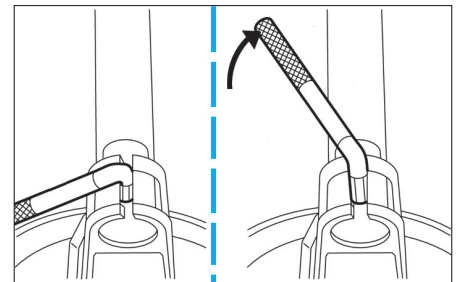
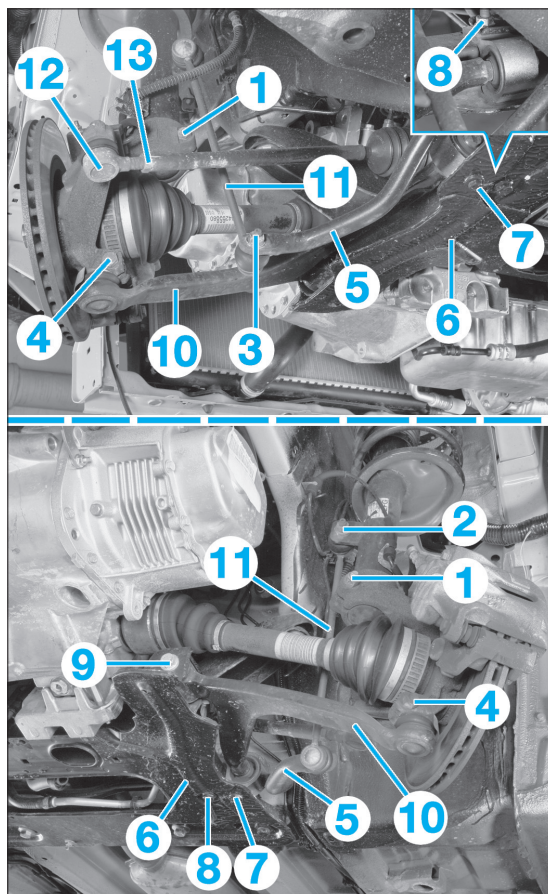

FIG. 4
FIG. 8
- [1]. Outil d'écartement de fixation d'amortisseur sur le pivot (Ref : outil PSA 9501TL) (Fig.4).
- Déposer l'écrou (2) de fixation de la biellette de liaison sur l'élément de suspension (Fig.8).
- Déposer la vis (1) de bridage inférieure de l'élément de suspension sur le pivot.
- Introduire dans l'ouverture du pivot l'outil [1] puis lui faire effectuer un quart de tour pour libérer l'élément de suspension (Fig.4).
• Déposer la clé d'écartement et mettre en place le boulon (1) de bridage de l'élément de suspension sur le pivot (Fig.8).
- Déposer la vis (4) de bridage de la rotule inférieure sur le pivot (Fig.8).